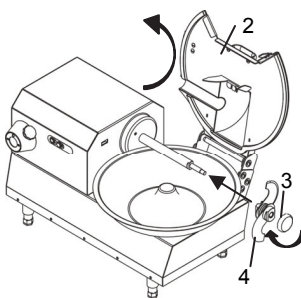

Fig. 6.3.9
- Introduire le moyeu porte-couteau "4" Fig. 6.3.9 sur l'arbre
- Visser l'écrou papillon qui bloque le moyeu porte-couteaux « 3 » Fig. 6.3.9 comme décrit paragraphe 6.4
- Baisser le couvercle "2" Fig. 6.3.9.